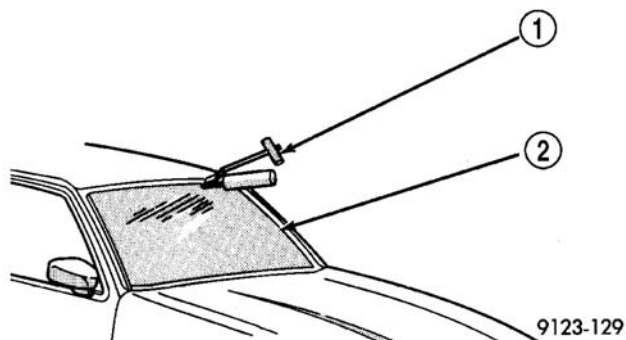

图 1 切割风窗玻璃周围的氨基甲酸酯粘接剂
- （8）用锋利冷刀切割将风窗玻璃固定在 A 柱、车顶框架和车颈夹紧焊接围栅上的氨基甲酸酯粘接剂（图 1）。若可能，可使用电动切割工具。